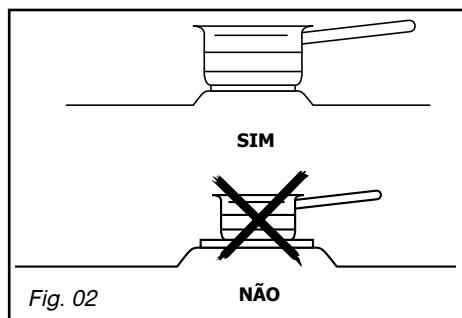

Fig. 02
– Utilize recipientes com tamanho adaptado: o diâmetro do fundo deve ser igual ou superior ao diâmetro do disco eléctrico (*Fig. 02*).